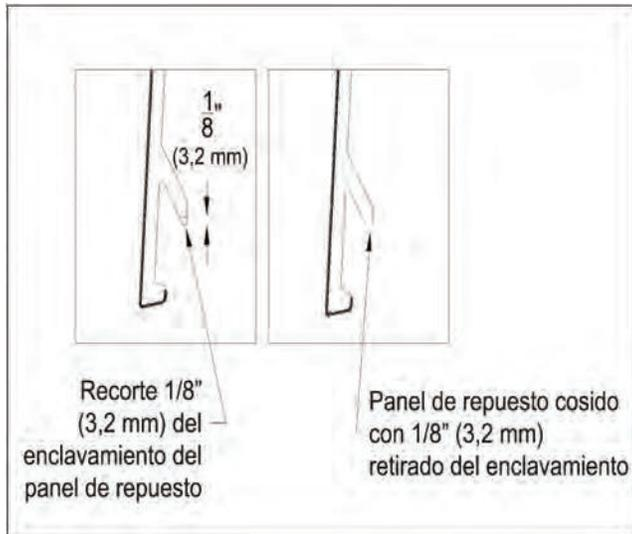

Figura 12
- Recorte 1/8" (3,2 mm) del enclavamiento del tablón de repuesto (Figura 12).